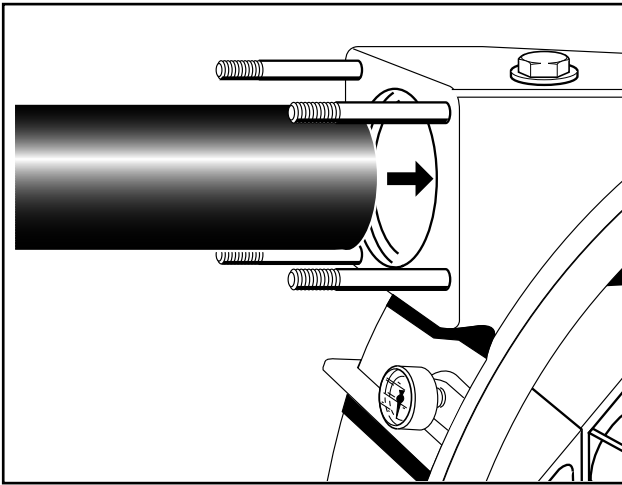

Рис. 31 Монтаж подающего шланга
2. Слегка смажьте конец шланга смазочным веществом и всуньте его во всасывающее отверстие насоса (Рис. 31) до сопротивления.